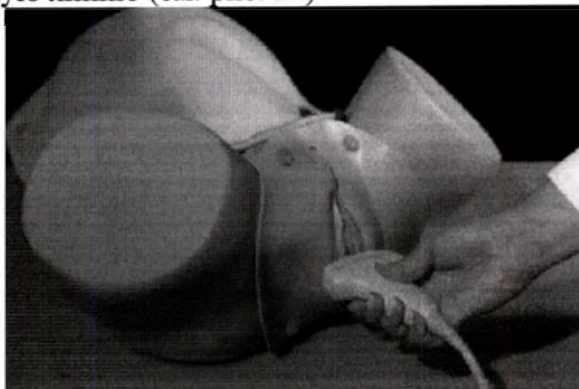

Рисунок 20. Положение датчика для выполнения поперечного транслабиального ультразвукового исследования.
Чтобы контролировать ротацию головки плода вокруг своей оси, удерживать датчик в транслабиальном положении и повернуть его в поперечном направлении (см. рис. 20) примерно на 90° против часовой стрелки относительно предыдущего продольного положения (так, чтобы индикатор сместился к правой ноге роженицы). В этом случае необходимо определить анатомические ориентиры: лобковый симфиз матери, головку плода и межполушарную срединную линию (см. рис. 21).
3. Разместить датчик в транслабиальном положении, повернув его в поперечном направлении примерно на 90° (см. рис. 20) против часовой стрелки по отношению к продольному положению (чтобы индикатор был направлен к правой ноге роженицы), продвигаясь вниз и одновременно с усилием прикладывая датчик на промежность;